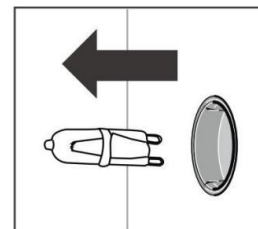

Рис.6
3. Снимите лампу и замените ее лампой такого же типа (рис. 6).